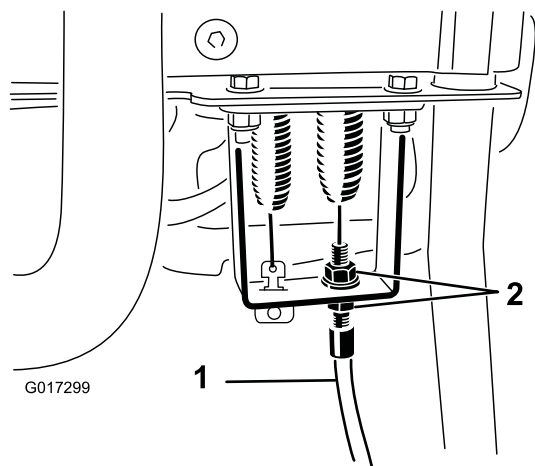

Figura 46
4. En el soporte de la palanca de control, afloje el cable de control del molinete hasta que haya holgura en el cable (Figura 46).